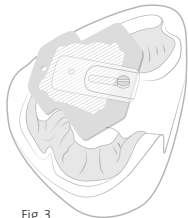

Fig. 3
**12.** Le plateau d'enregistrement du maxillaire inférieur est généreusement coloré avec le CANDULOR Marker. Les gabarits sont à présent posés et sur instruction du dentiste, le patient trace l'arc gothique en réalisant des mouvements du maxillaire inférieur d'avant en arrière et sur le côté (Fig. 3).